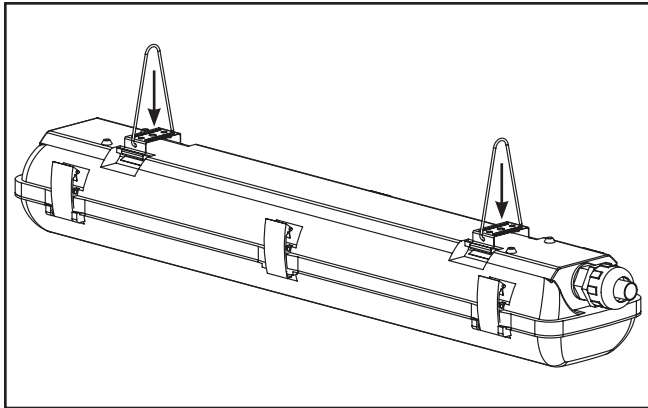

Figura 5.
6. Asegure las abrazaderas de montaje a las cavidades de la cubierta presionándolas firmemente en su lugar hasta que ambos lados del clip estén asegurados. (Figura 5) Sujete el accesorio de la cadena suministrada por el cliente utilizando los soportes en V.